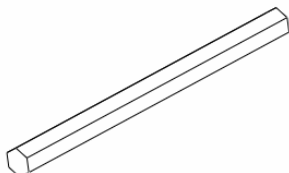

图 30-2
- (1) 单击菜单【文件】 【打开】命令。
- (2) 打开配书光盘中的“openexe30.prt”模型文件，如图 30-2 所示。